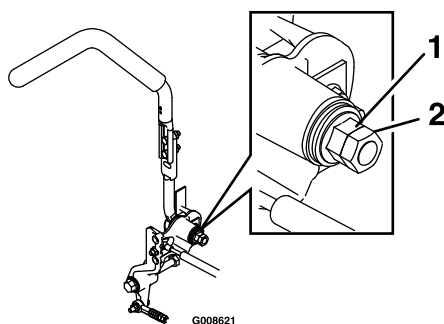

Figure 68
2. Desserrez l'écrou de blocage (Figure 68).